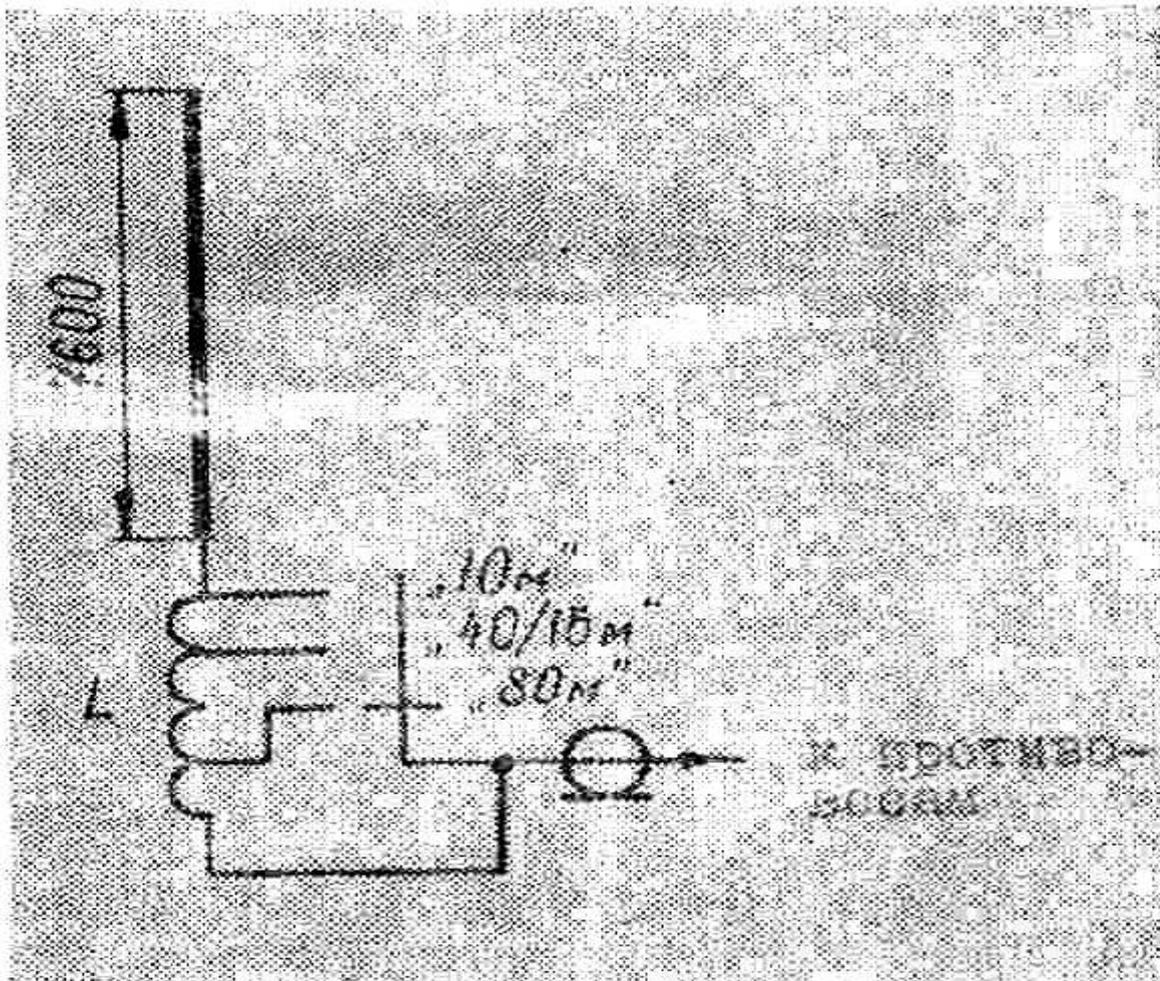

Рис. 16
* Антенна, показанная на рис. 16, разработана амерп-